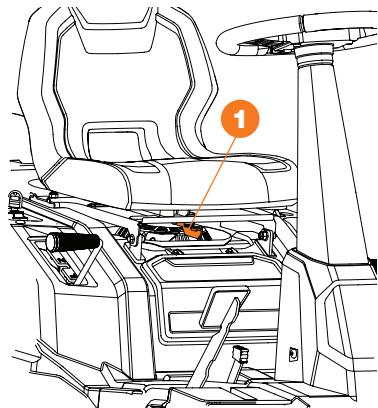

Рис. 10
- Находясь на сиденье, нажмите на рычаг регулировки сиденья ① (Рис. 10) от себя, и, упираясь ногами в пол, двигайтесь вперед-назад до нахождения удобной позиции. После этого отпустите рычаг регулировки.